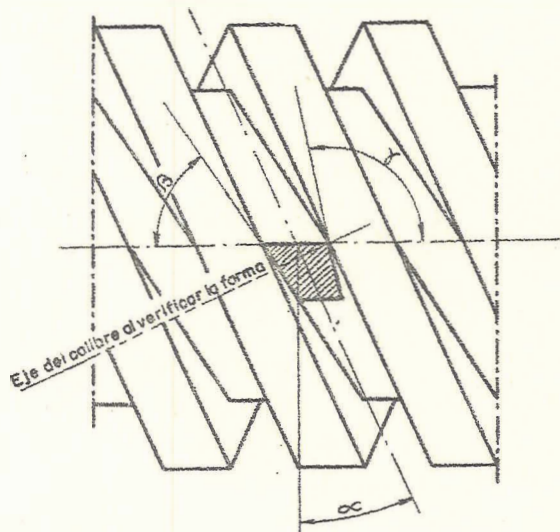

Fig. 3
- Para trabajar en excelentes condiciones las caras laterales de la herramienta de roscar deben determinar con su cara superior dos ángulos especiales que eviten su choque en la garganta helicoidal (Fig. 3).